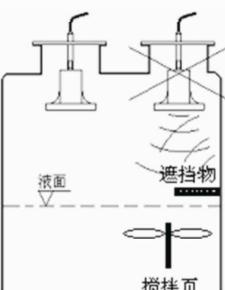

图3-2
- 换能器的安装应尽量避开其正下方有遮挡物或泡沫的位置，见图3-2、图3-3；